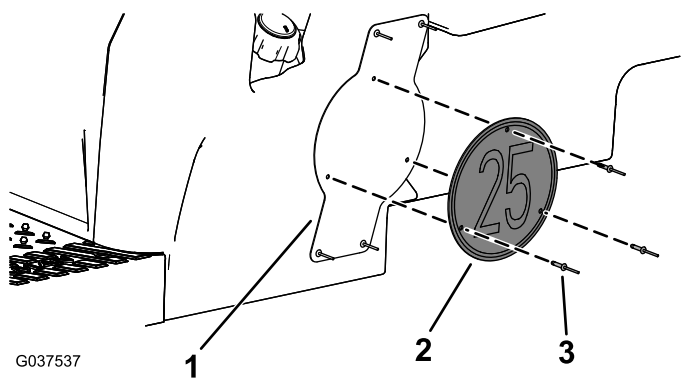

Figure 13
8. Fixez la plaque de réglage de vitesse sur son support à l'aide de 3 rivets aveugles (3/16" x 29/32"), comme montré à la Figure 13.